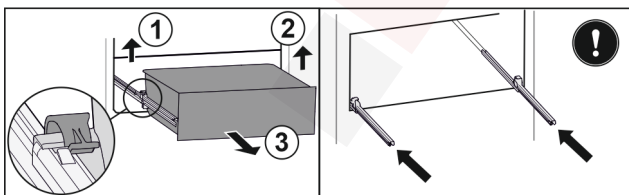

Fig. 84
- ▶ Emelje fel a bal oldali kapcsot, és ezzel egyszerre húzza előre a fiók bal oldalát. Fig. 84 (1)
- ▶ Emelje fel a jobb oldali kapcsot, és ezzel egyszerre húzza előre a fiók jobb oldalát. Fig. 84 (2)
- ▶ Vegye ki a fiókot előre. Fig. 84 (3)